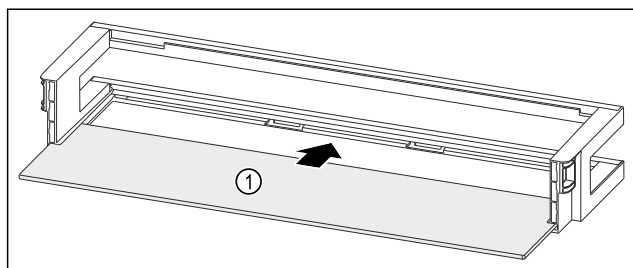

Fig. 102 Balconnet de contre-porte avec tablette de rangement
- ▶ Insérer la tablette de rangement Fig. 102 (1) dans les évidements latéraux.